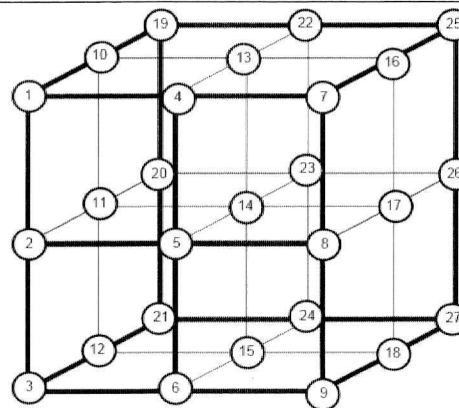

Figure 1. Structure cubique faces centrées
1. Définir les sites interstitiels. Sur les figures 1, 1bis et 1ter ci-après quels sont les numéros correspondants aux sites T ? aux sites octaédriques d'une maille cubique faces centrées ?